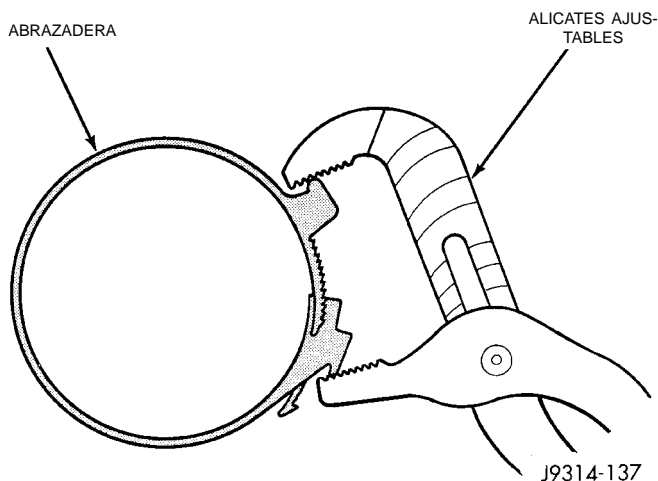

Fig. 85 Instalación de abrazadera
(2) Instale tres tuercas y apriete con una torsión de 10 N·m (93 lbs. pulg.).
(3) Instale la manguera de respiradero/filtro en la cubierta.
(4) Instale la abrazadera en la cubierta. Comprima la abrazadera apretándola con los alicates ajustables tal como se muestra en la (Fig. 85).